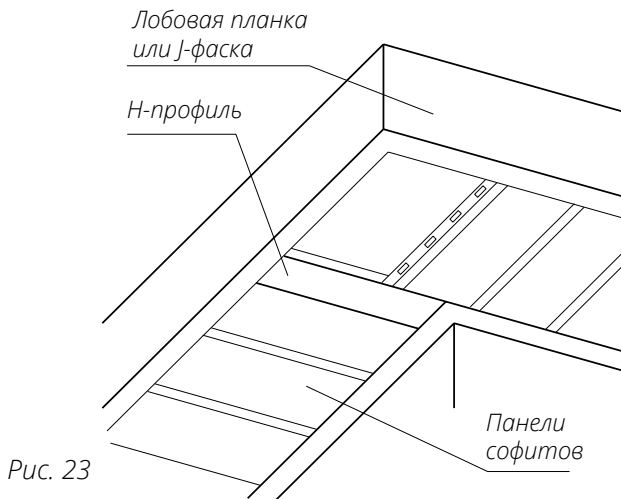
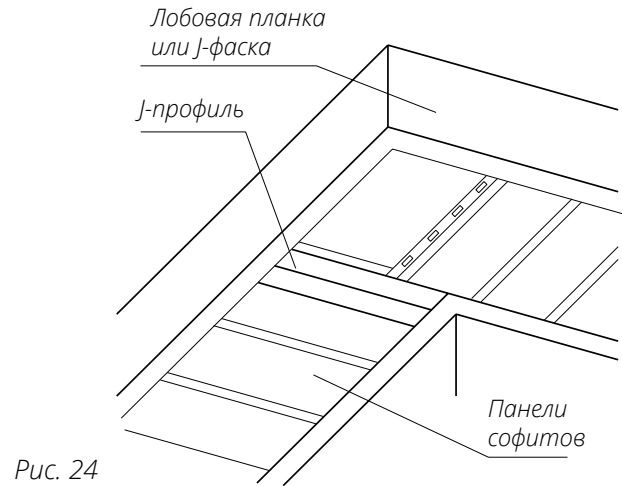
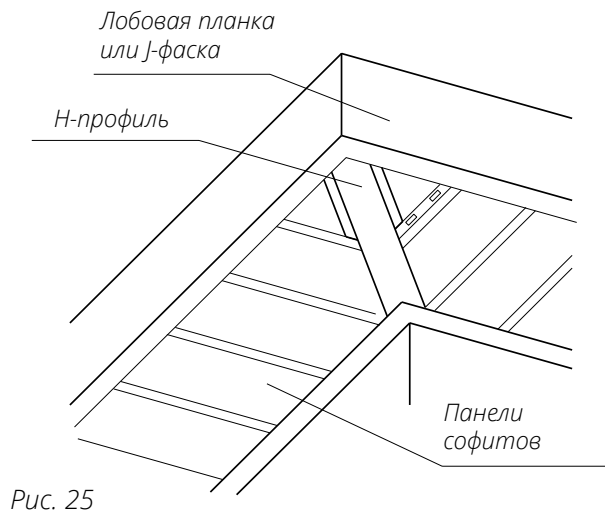
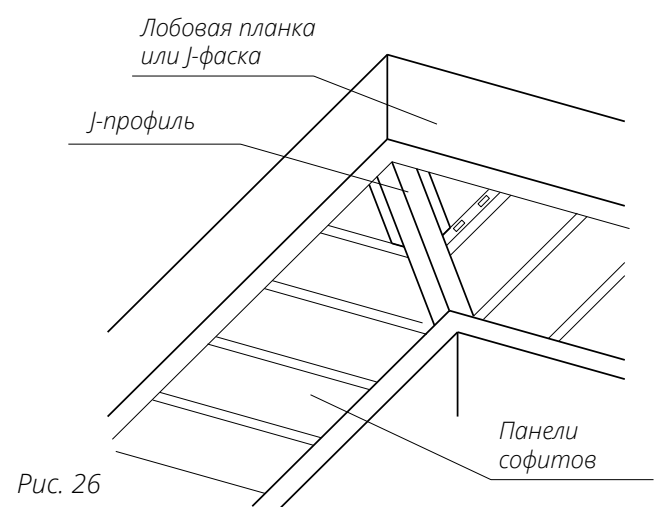

Рис. 23
Рис. 24
Рис. 25
Рис. 26
■ Оформление поворота можно производить как под прямым углом (рис. 23, рис. 24), так по диагонали (рис. 25, рис. 26). В обоих случаях на стыке панелей софита могут использоваться Н-профиль (рис. 23, рис. 25) либо 2 П-образная планка (рис. 24, рис. 26). Если не требуется скрыть крепеж, используйте Планку стыковочную простую.
■ Перед монтажом планки сделайте ее разметку, приложив к месту установки так, чтобы зазоры между доборными элементами были минимальны. Обрежьте лишнее (рис. 23). Закрепите планку саморезами к обрешетке.